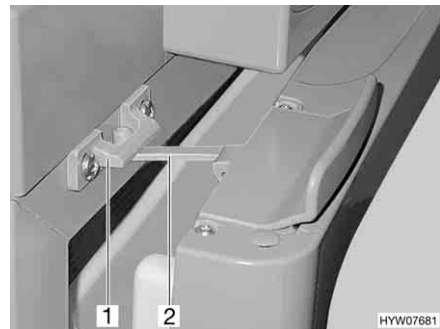

Bild 185 Kylskåpsdörr i ventilationsläge (Thetford)
■ För upp låset (Bild 185,2) och haka fast det i låsfästet (Bild 185,1). Därvid stannar kylskåpsdörren i öppet läge.